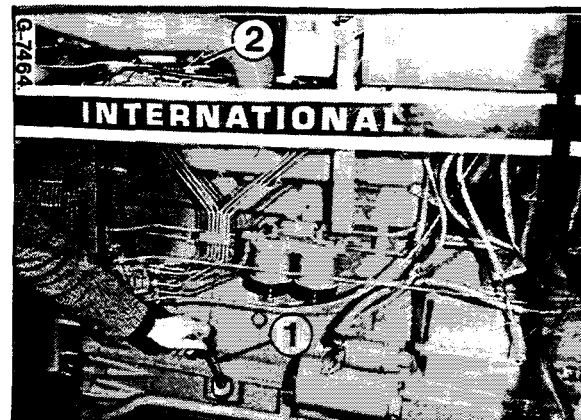

Figure 4
Vérifiez le niveau d'huile et ajustez-le éventuellement par le goulot de remplissage (2) figure 4, pour amener le niveau au repère supérieur de la jauge. Remettez la jauge et serrez-la.